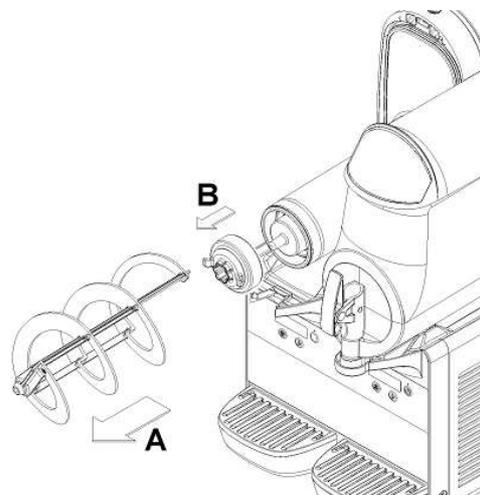

Рисунок 5
3. Снимите миксер, сдвинув его от цилиндра испарителя (см. рис. 5).